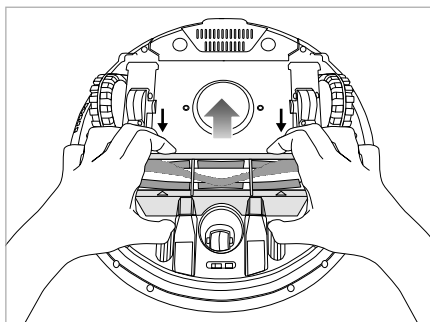

Fig. 15
- 1) Repoussez la partie supérieure du recouvrement du rouleau brosse 23 pour le retirer de l'appareil (voir fig. 15).